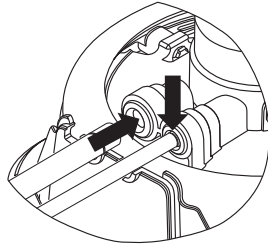

Fig. 44
13. **Vuelva a insertar cada tubo** en los conectores correspondientes del soporte. **Inserte** los tubos hasta que lleguen a las marcas o que las marcas desaparezcan (Fig. 44).